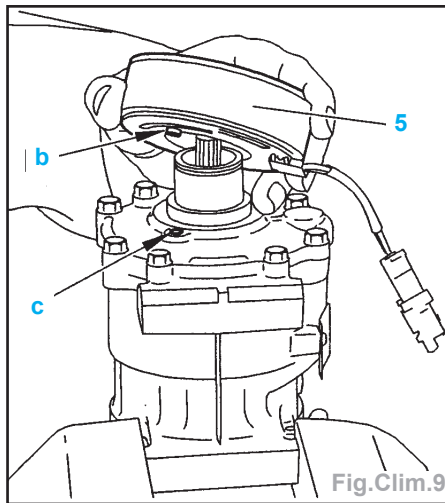

Fig.Clim.9
- Positionner la bobine (5) (Fig.Clim.9).